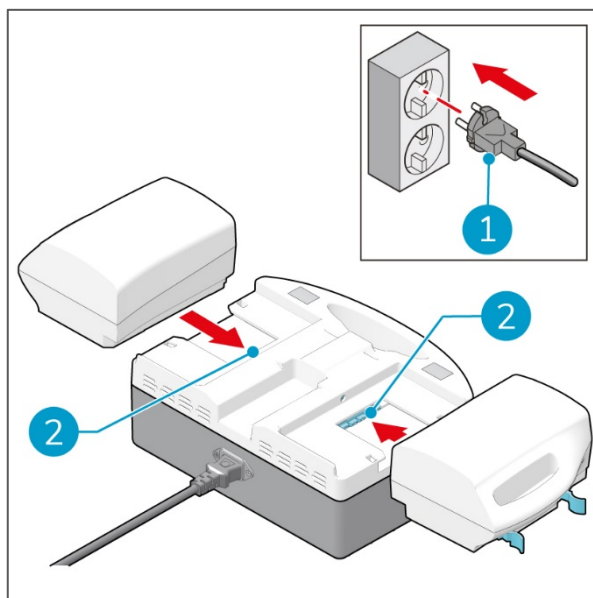

Figure 7
1. Branchez le câble d'alimentation sur la prise murale (Figure 7, pos. 1).
2. Alignez chaque batterie avec sa station de recharge (Figure 7, pos. 2) et insérez chaque batterie jusqu'à entendre un « clic ». Les batteries sont maintenant fixées et prêtes à être chargées.